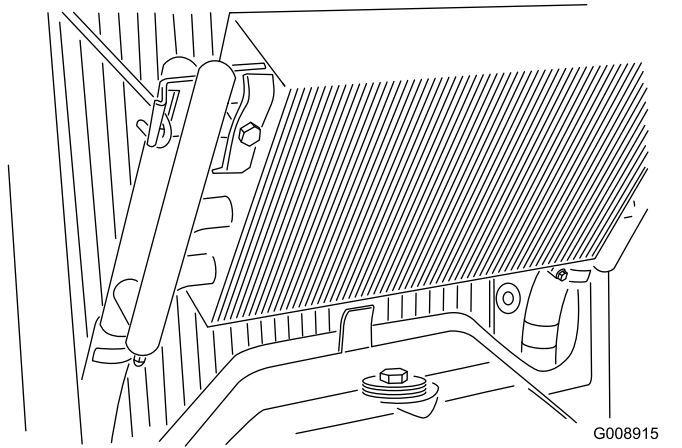

Bild 59
3. Entriegeln Sie den Ölkühler und schwenken ihn nach hinten (**Bild 59**). Reinigen Sie beide Seiten des Ölkühlers und des Motorkühlers gründlich mit Wasser oder mit Druckluft. Schwenken Sie den Ölkühler in seine ursprüngliche Position zurück.